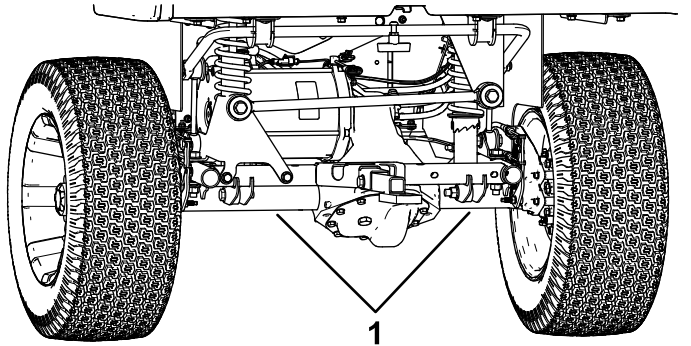

Figura 28
- El punto de elevación de la parte trasera de la máquina está situado debajo de los tubos del eje (Figura 28).